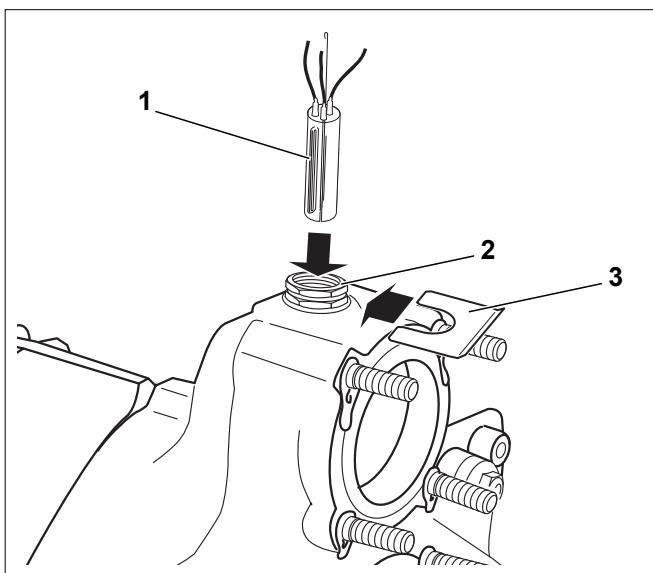

Рис. 45 Установка датчиков
- Проложите капиллярные трубы с датчиками к месту измерения на котле, там вставьте датчики в погружную гильзу (рис. 45, [2]) и закрепите фиксатором (рис. 45, [3]).